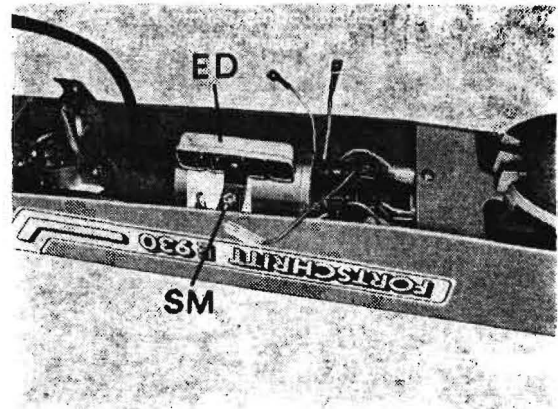

Bild 10/1
2. Sechskantmutter (SM) lösen
3. Elektronischen Drehzahlbegrenzer (ED) abnehmen (Bild 10/1).